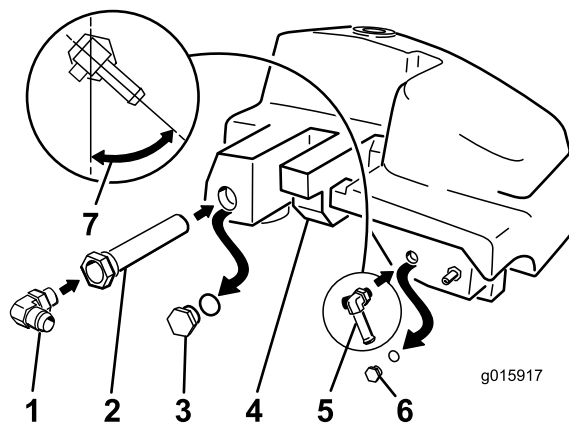

Рисунок 9
4. Установите малый прямоугольный тройник со ступенчатой поверхностью в гнездо малой пробки(Рисунок 9).